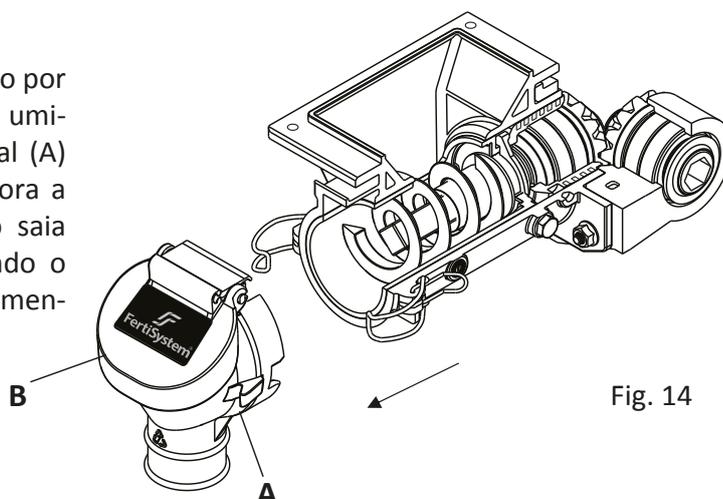

Fig. 14
Em casos de umidade no adubo, ocasionado por chuva ou outros fatores, em que o adubo fica com umidade, recomenda-se a retirada do Conjunto Bocal (A) Fig.14 e a movimentação da plantadora/semeadora a distância suficiente para que o adubo molhado saia totalmente do dosador, desobstruindo e limpando o Sem-Fim. Após este procedimento, recolocar novamente o Conjunto Bocal NG.